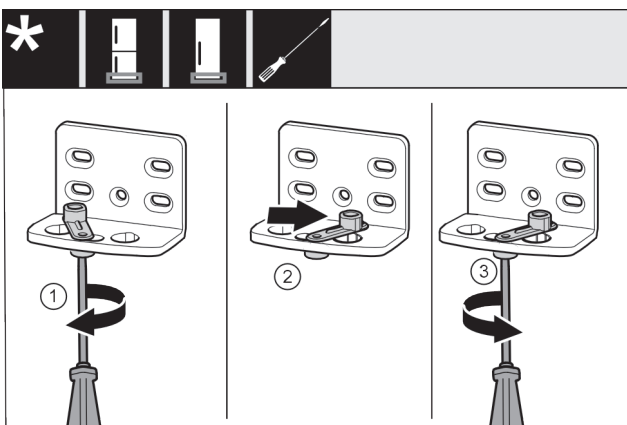

Fig. 28
- ▶ 将螺钉 Fig. 28 (1)用螺丝刀拧松。
- ▶ 将关门辅助装置 Fig. 28 (2)提起并向右 90° 转入钻孔。
- ▶ 将螺钉 Fig. 28 (3)用螺丝刀拧紧。